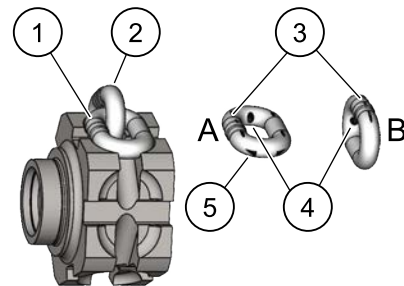

Figure 7. Zones d'usure de la chaîne
- Détendre la partie de la chaîne qui passe normalement au-dessus de la roue de levage (pignon). Examiner l'usure des maillons de la chaîne (cf. Fig. 7). Si le diamètre du fil à n'importe quel endroit du maillon est inférieur à 90 % du diamètre nominal du fil, remplacez la chaîne.